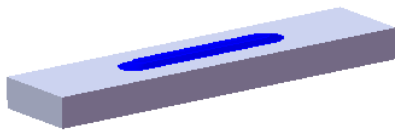

图 17.10.44 创建放样 1
Step6. 创建图 17.10.44 所示的零件特征——放样 1。